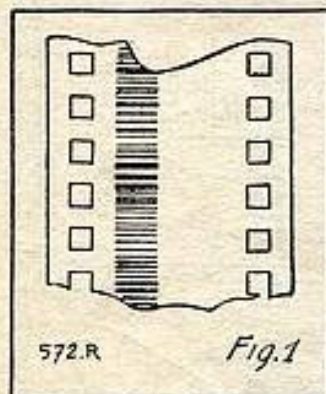
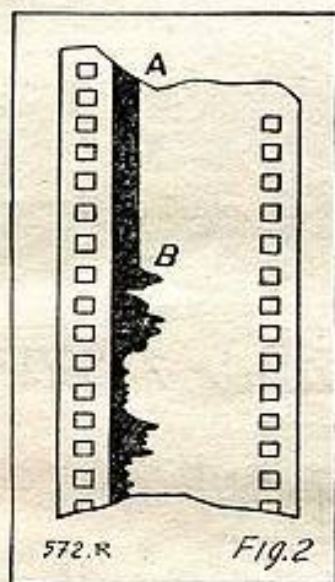
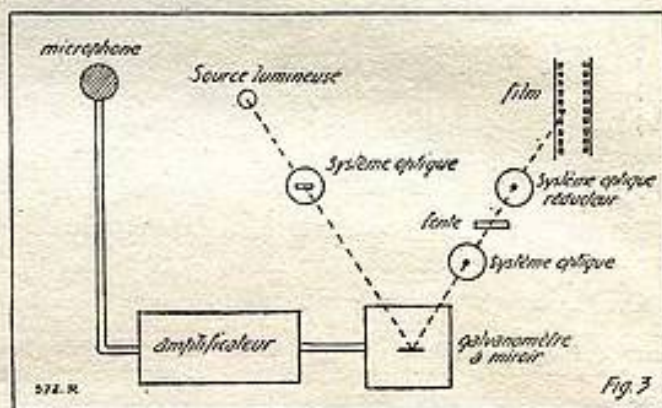

Fig. 1
Fig. 2
Fig. 3
dite à surface constante et densité variable (fig. 1) — dans celle-ci, la piste sonore a toujours la même largeur, seule varie la valeur de la translucidité — l'autre, à densité constante et surface variable (fig. 2). Dans cette dernière, qui est celle qui nous intéressera, la densité, ou mieux, le degré de translucidité ne varie pas, c'est, au contraire, la surface, c'est-à-dire la forme de la frange, qui reproduit les variations de la modulation. (Voilà, en outre, en quelques mots, l'explication du cinéma sonore). La figure 3 montre le principe de l'enregistrement à surface variable.
Chacun sait que l'enregistrement optique du son consiste à faire passer le courant modulé provenant de l'amplificateur (fig. 3) dans un dispositif du
La figure 1 montre ce montage classique. Aux bornes marquées « entrée », c'est-à-dire en parallèle sur la totalité du potentiomètre, on connecte la source de tension à appliquer à la grille de la lampe. Cette dernière est connectée au curseur B. Il est clair que si le curseur B se trouve au sommet A, la totalité de la tension d'entrée se trouve aux bornes du circuit de grille. Au contraire si le curseur B se trouve à la masse, au point C, la grille est à la masse et aucune tension BF ne lui est appliquée. Si le curseur tourne de C vers A, la tension appliquée à la grille augmente de zéro jusqu'à la valeur maximum qui est celle de la tension d'entrée. Comme la lampe amplifie la tension qui existe entre la grille et la masse, la tension E aux bornes de la résistance de plaque R, variera exactement comme la tension entre grille et masse. On suppose que la lampe amplifie linéairement. Il est encore évident que si l'on remplace R par un haut-parleur, la puissance sonore variera, dans le même sens que la tension entre les points B et C.
a) La valeur de P doit être beaucoup plus élevée que celle de la source de tension d'entrée. Dans le cas du montage de la figure 2 on peut considérer comme source de tension la résistance R_p du circuit plaque de la lampe précédente de l'amplificateur BF. Si $R_p = 100\,000\ \Omega$, il faut que P soit supérieur à 250 000.
c) Si P a une valeur trop élevée, la reproduction des fréquences élevées (à partir de 3 000 c/s) en souffre car il existe des capacités parasites entre les trois bornes ABC qui sont souvent assez élevées : de l'ordre de 50 à 40 pF. Si P a une valeur plus faible, l'influence de ces capacités est également plus petite pour l'amplification des fréquences élevées. Sur la figure 2 ces capacités sont désignées par C_1 , C_2 , et C_3 .
La figure 3 montre deux schémas d'atténuateurs, le premier A est dit atténuateur « en L renversé » ou plus simplement « en L », le second B est dit « en T ».